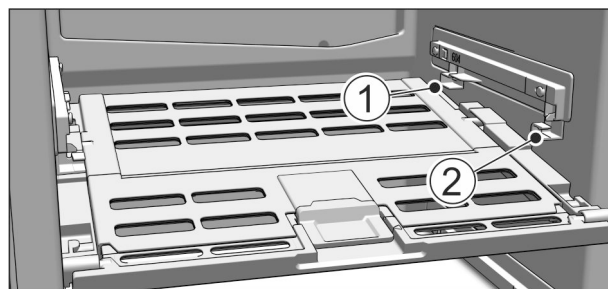

Fig. 71
- ▶ Установка крышки отделения с функцией для хранения овощей и фруктов Fruit & Vegetable-Safe: Вставить поперечные ребра крышки через низ в задний держатель Fig. 71 (1) и защелкнуть спереди на держателе Fig. 71 (2).